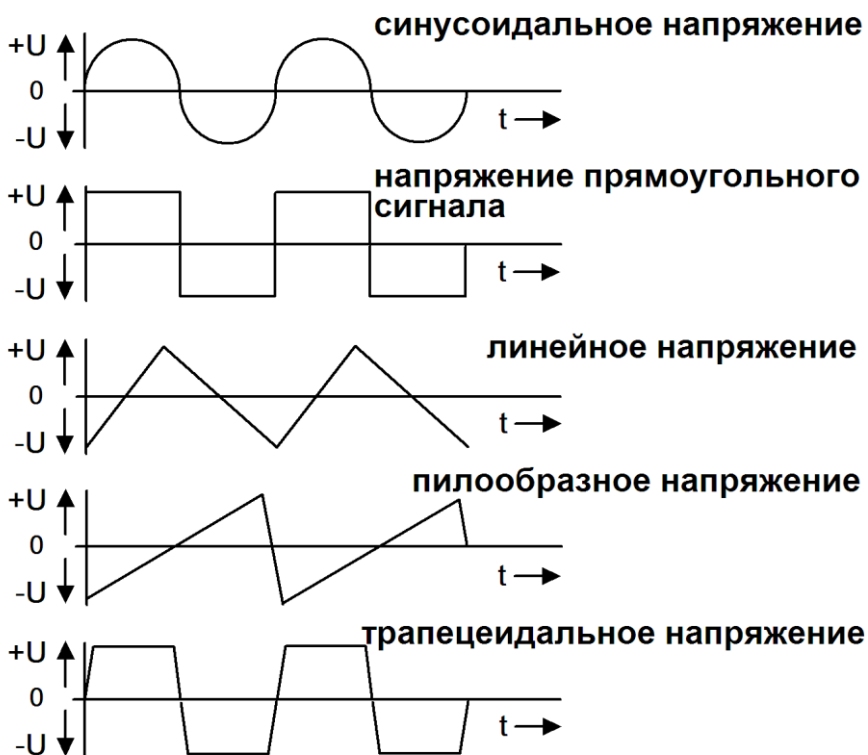

Рис.11.1 Функции переменного тока различной формы
**Переменный ток**, в противоположность постоянному току, периодически меняет свое направление. Кривая (функция) переменного тока или напряжения, соответственно, может иметь различную форму. На рис.11.1 показаны некоторые из типичных для электротехники и электроники функций.